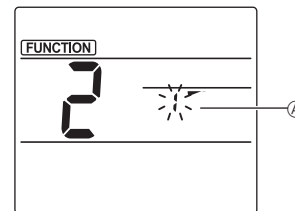

Fig. 2
② Luftklappennummer auswählen (Fig. 2)